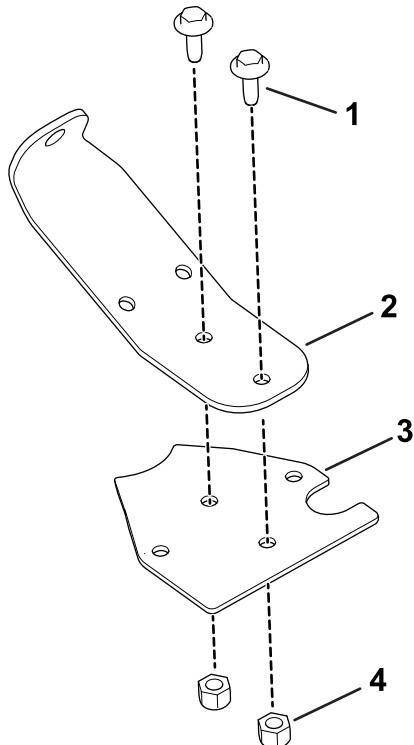

図 30
2. ハーネスベースにバルブマウントを固定するフランジヘッドねじ1/4-20 x 5/8 インチ 2本、フランジナット1/4 インチ2個を使用する図 30。